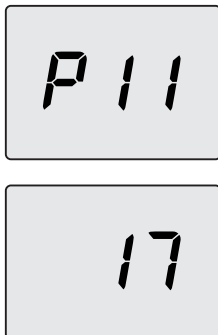

Figura 5.34
- Desplace los parámetros mediante los botones 13 o 14 hasta que aparezcan en el display LCD las letras **P11** que se alternan con el valor del parámetro, indicando que se ha entrado en el "parámetro 11" (Figura 5.34).
- Pulsando simultáneamente los botones 12 y 13 (Figura 5.32) se sale sin modificar el valor (se vuelve a la lista de parámetros (Figura 5.34))